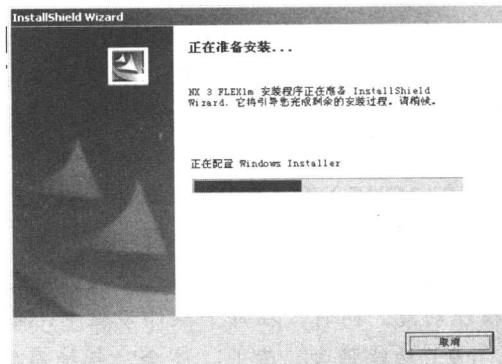

图 1-02 检测计算机配置界面
(4) 确定后系统将会自动运行，检测计算机配置，如图 1-02 所示。